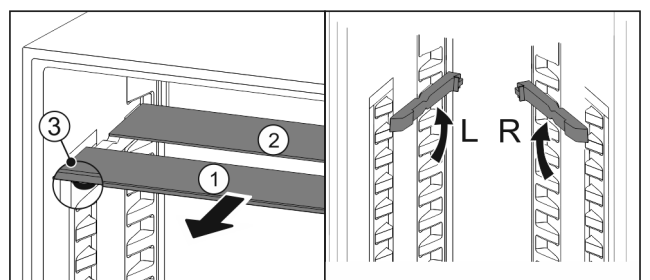

Fig. 28
- ▶ Vytiahnite sklené dosky jednotlivu dopredu *Fig. 28 (1)*.
- ▷ Sklená doska *Fig. 28 (1)* s ozdobnou lištou leží vpredu.
- ▷ Zarážky *Fig. 28 (3)* ukazujú nadol.